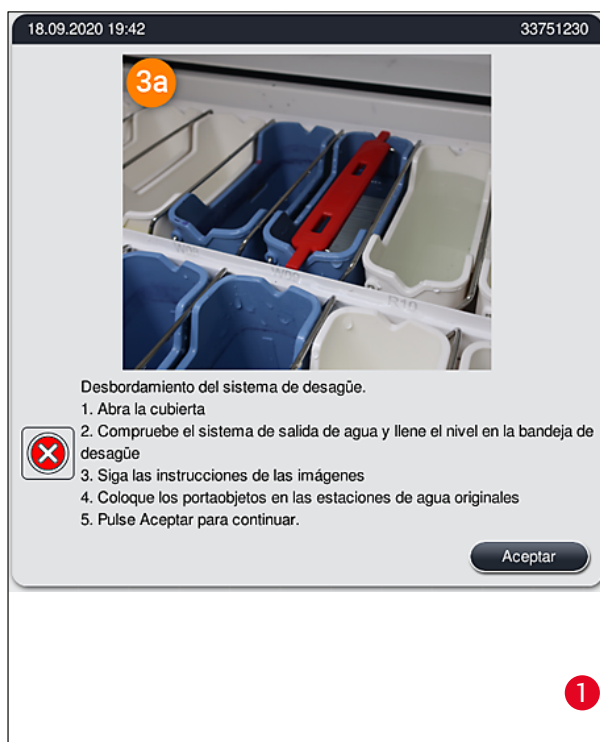
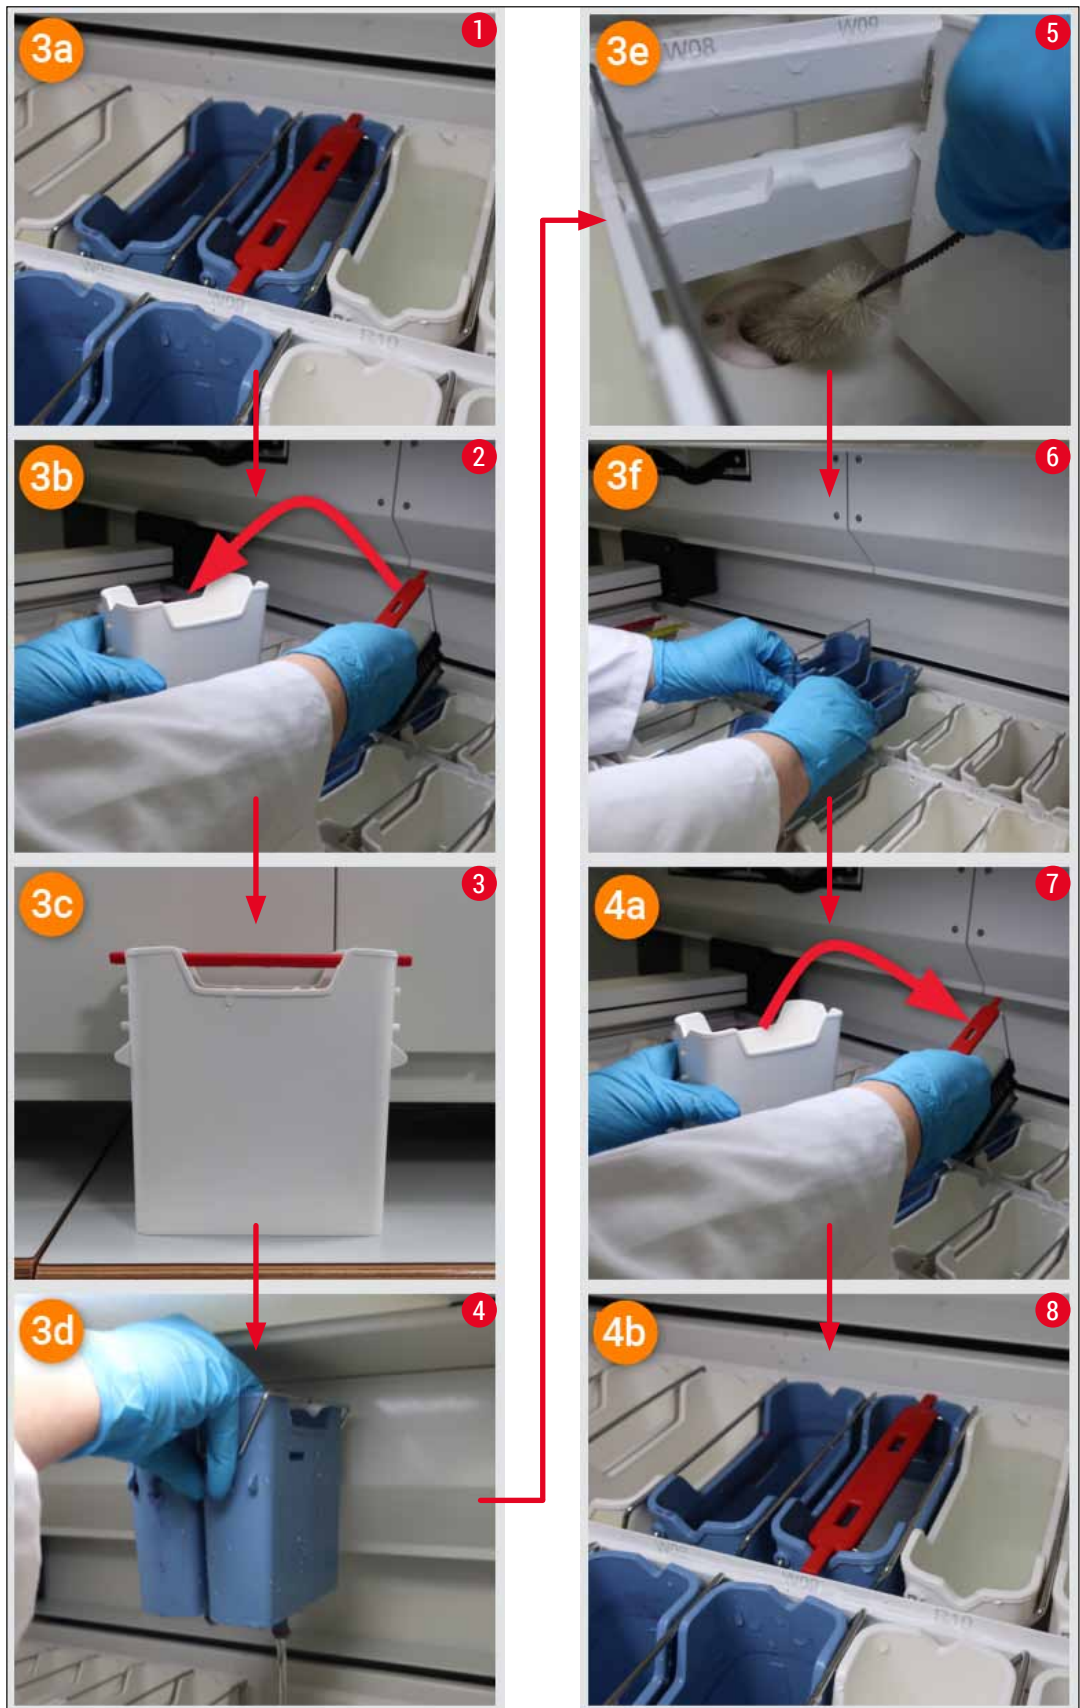

Fig. 120
Fig. 122
El bloqueo del sistema de desagüe de agua puede estar provocado por la obstrucción del tamiz de desagüe (→ "Fig. 98-1") o del tubo de desagüe (→ "Fig. 7-1"). Este bloqueo puede dar lugar a un aumento de los niveles de agua en la bandeja de desagüe. Como resultado, se puede alcanzar un nivel de agua crítico en el instrumento. El usuario recibe un mensaje de error en la pantalla (→ "Fig. 120") y suena una alarma. El mensaje de error proporciona al usuario una guía para resolver el bloqueo a través de una secuencia de imágenes repetitivas (→ "Fig. 122").
- Si, durante el proceso de resolución del fallo, el nivel de agua en la bandeja de desagüe cae por debajo del nivel crítico, el mensaje (→ "Fig. 120") desaparece y se muestra otro mensaje en la pantalla para informar al usuario que el proceso de tinción puede continuar.